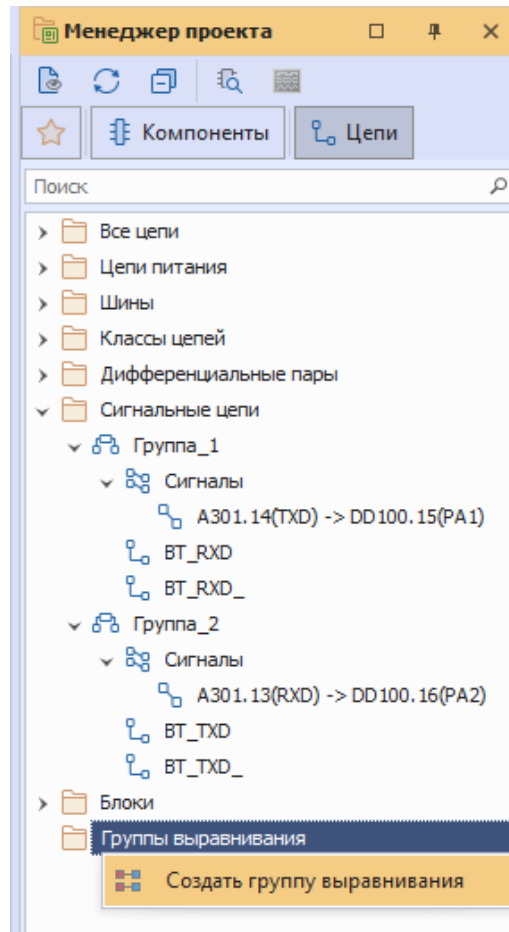

Рис. 332 Выбор пункта меню «Создать группу выравнивания»
1. В панели «Менеджер проекта» → «Группы выравнивания» из контекстного меню выбрать пункт «Создать группу выравнивания», см. Рис. 332.